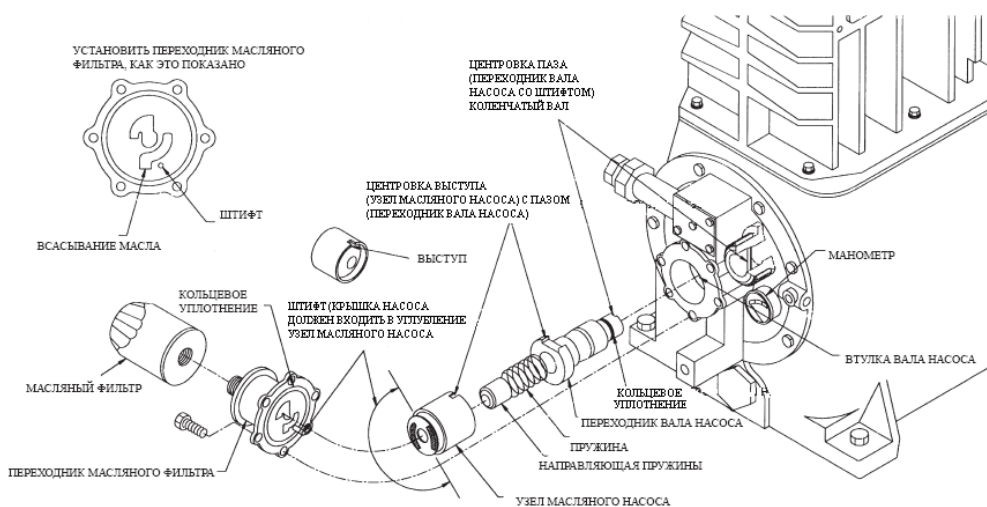

Рис. 5.8А
1. Для проверки масляного насоса отвернуть болты крышки насоса и снять масляный насос, направляющую пружины, пружину и переходник вала масляного насоса, как это показано на рис. 5.8А.
4. До повторной сборки механизма масляного насоса заменить кольцевые уплотнения в крышке масляного насоса и на переходном вале масляного насоса (см. рис. 5.8А).
8. Установить крышку насоса таким образом, чтобы штифт на корпусе находился в отверстии узла масляного насоса, как это показано на рис. 5.8А. При наличии уверенности, что штифт выровнен правильно, установить болты крышки, затянув их вручную.